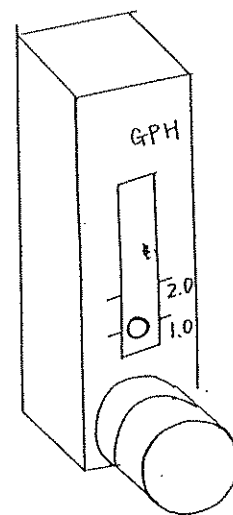

図2. フロー・コントローラー
5. (図2) フローコントローラーのバルブを調整し、4.0GPHの